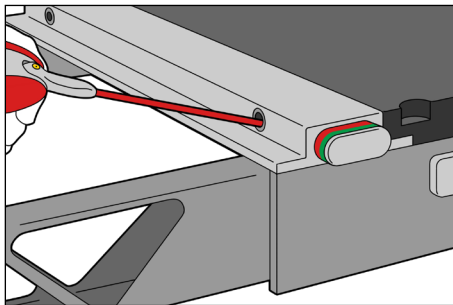

图 4
4. 将润滑剂喷布于安装孔内。(图 4)
6. 再次将润滑剂喷布于安装孔内。(图 4)